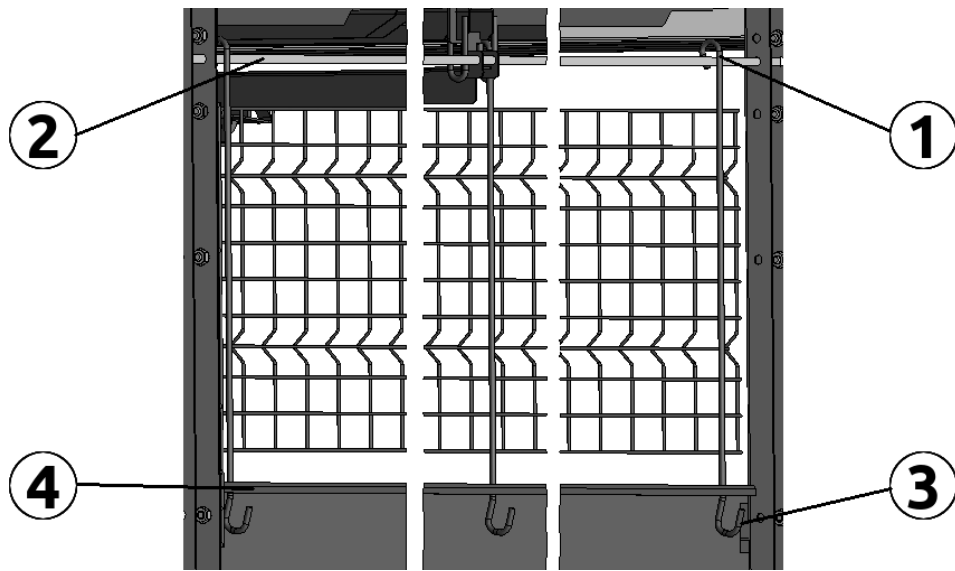

Рисунок 1.2
**Замена дверки (рис. 1.2).**
1. Открыть дверку, поднимая ее вверх и снимая верхние крючки (1) с поддерживающей проволоки (2).
2. Откинуть дверку полностью и снять нижние крючки дверки (3) из боковой планки клетки (4).